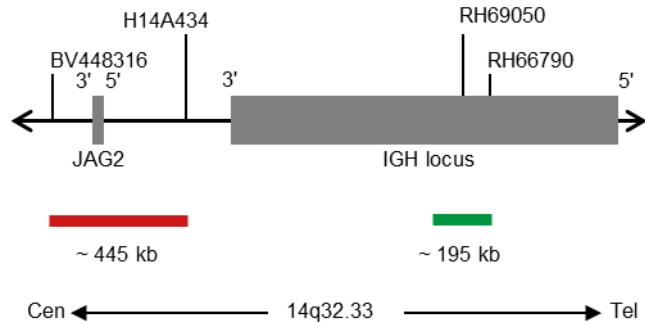

Fig. 1 : Carte de la sonde SPEC IGH (pas à l'échelle)
- Polynucléotides marqués à la digoxigénine (~0,50 ng/μl), qui ciblent des séquences cartographiées en 14q32.33\* (chr14:106,690,778-106,883,535) distales par rapport à la région du point de rupture IGH (voir Fig. 1).
- Polynucléotides marqués au dinitrophényle (~0,75 ng/μl), qui ciblent des séquences cartographiées en 14q32.33\* (chr14:105,462,169-105,909,611) proximales de la région du point de rupture IGH (voir Fig. 1).